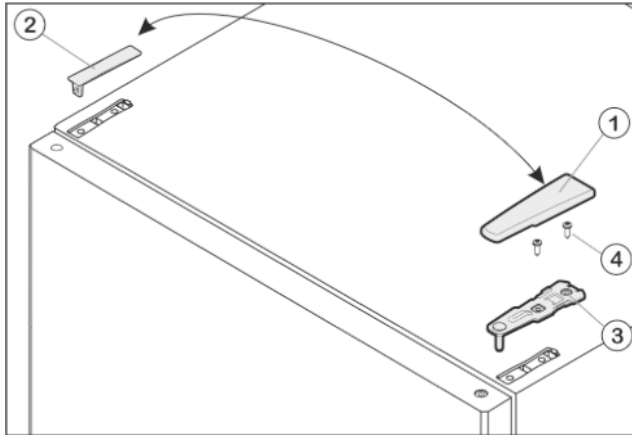

Fig. 7
- ▶ Потяните крышку Fig. 7 (1) вперед и вверх.
- ▶ Снимите крышку Fig. 7 (2).
- ▶ Открутите верхний опорный кронштейн Fig. 7 (3)(2 шт. Torx® 25) Fig. 7 (4) и вытяните вверх.
- ▶ Установите верхний опорный кронштейн *Fig. 7 (3)* на новой стороне шарнира и защелкните в дверце.
- ▶ Привинтите верхний опорный кронштейн (с моментом 4 Нм) (2 шт. Torx® 25) *Fig. 7 (4)*. При необходимости проделайте отверстия или используйте аккумуляторную отвертку.
- ▶ Наденьте и защелкните крышку *Fig. 7 (1)* и крышку *Fig. 7 (2)* на противоположной стороне снаружи.